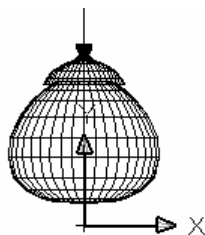

图 9-3
(4)在命令行中直接输入 SURFTAB1, SURFTAB2 调整数据为 40, 再在命令行中直接键入 **revsurf**, 选择绘制好的旋转轴进行旋转。如图 9-3 所示: